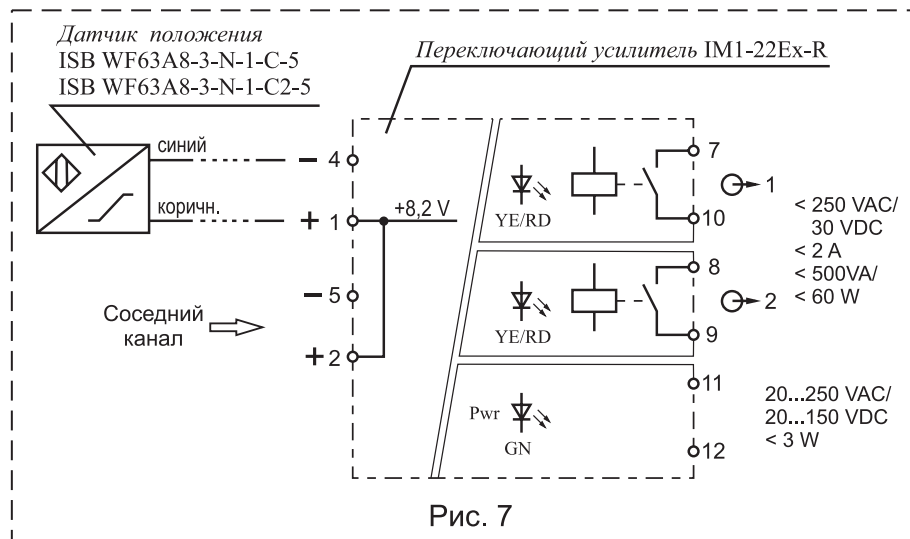

Рис. 7
4.4 Электрический монтаж датчика положения и переключающего усилителя производите в соответствии со схемой рис. 7 и руководством по эксплуатации на датчик по-
4.5.7 В случае выхода из строя одного из каналов переключающего усилителя произведите переподключение датчика положения на другой (соседний) канал. Съем сигнала с усилителя производите с выхода соседнего канала (см. рис. 7 и паспорт на переключающий усилитель).